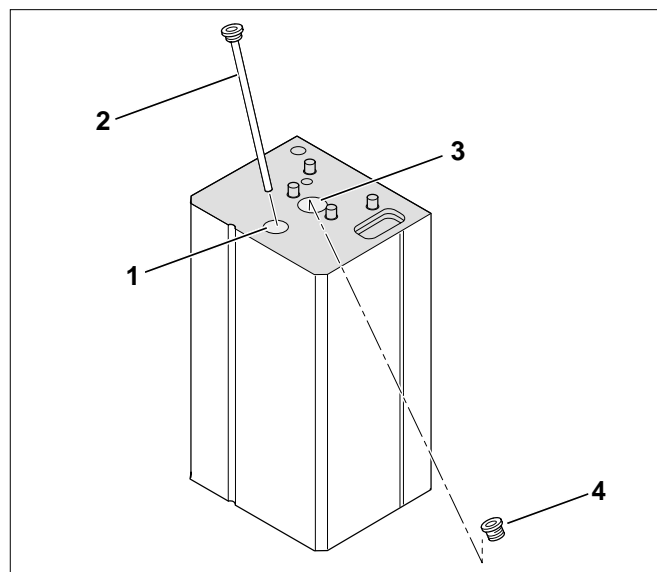

Fig. 11 Posizione del tappo dell'apertura di ispezione
- Togliere il coperchio e svitare l'anodo di magnesio (Fig. 11, Pos. 1 e Pos. 2).
- Togliere il coperchio di chiusura e svitare il tappo dall'apertura di ispezione (Fig. 11, Pos. 3 e Pos. 4).
- Ermetizzare nuovamente il tappo dell'apertura di ispezione (in caso di necessità, sostituire il tappo) (Fig. 11, Pos. 4).
Legenda Fig. 11: